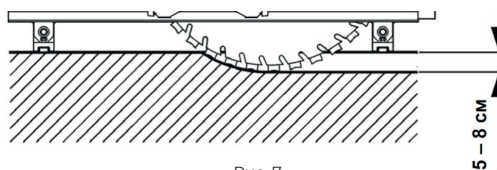

Рис. 7
- Рекомендуется всегда делать первый направляющий (черновой) рез (проход) глубиной 5-8 см (рисунок 7).